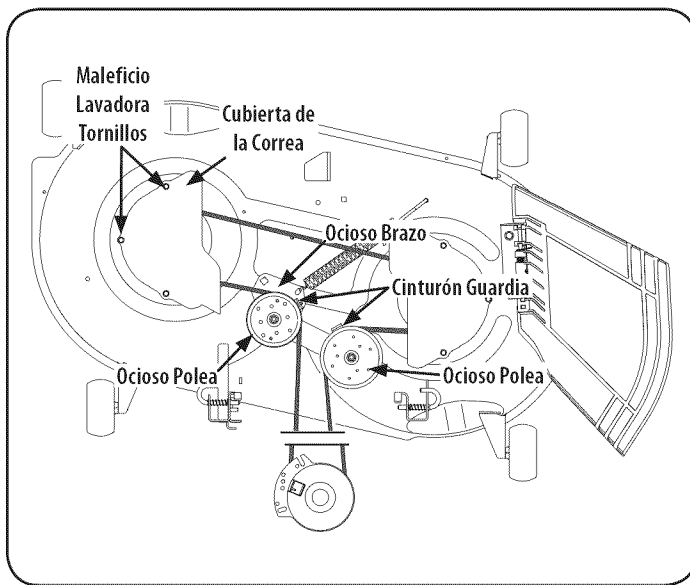

Figura 35
2. Quite los tornillos de la arandela hexagonales cubiertas de la correa de la cubierta. Ver Figura 35.
5. Instalar la nueva correa alrededor de las poleas del eje como se muestra y vuelva a instalar la cinta cobre. Ver Figura 35.